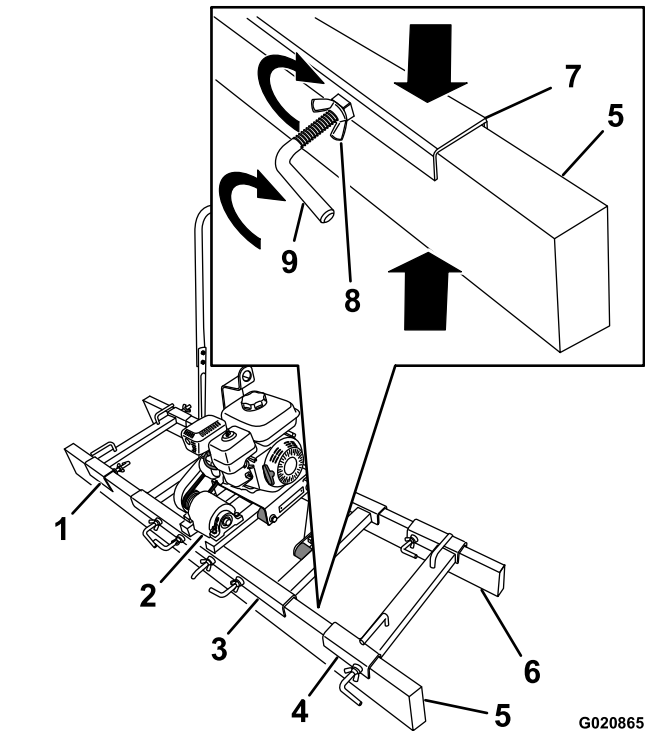

Figura 18
2. Eleve la parte delantera de la máquina 25 a 30 cm (10 a 12 pulgadas), y alinee la regla delantera con el perfil delantero del bastidor (Figura 18).
3. Alinee la regla con el perfil y centre la regla respecto a la máquina (Figura 18).
4. Apriete ligeramente los pernos en L del perfil delantero (Figura 18).
5. Eleve la parte trasera de la máquina 25 a 30 cm (10 a 12 pulgadas), y alinee la regla trasera con el perfil trasero del bastidor (Figura 18).
6. Alinee la regla con el perfil y centre la regla respecto a la máquina (Figura 18).
7. Sujete la regla a la máquina apretando todos los pernos en L y las tuercas de orejeta (Figura 18).
2. Alinee los perfiles del travesaño con las reglas y coloque el travesaño sobre las reglas (Figura 18).
4. Sujete el travesaño a las reglas con los pernos en L y las tuercas de orejeta (Figura 18).
2. Retire las tuercas de orejeta y los pernos en L que fijan los travesaños a las reglas, y retire los travesaños (Figura 18).
3. Eleve la parte trasera de la máquina 25 a 30 cm (10 a 12 pulgadas), y retire la regla trasera del perfil en U trasero del bastidor (Figura 18).
4. Retire las tuercas de orejeta y los pernos en L que fijan la regla trasera al perfil en U trasero del bastidor, y retire la regla (Figura 18).
5. Eleve la parte delantera de la máquina 25 a 30 cm (10 a 12 pulgadas), y retire la regla delantera del perfil en U delantero del bastidor (Figura 18).
6. Retire las tuercas de orejeta y los pernos en L que fijan la regla delantera al perfil en U delantero del bastidor, y retire la regla (Figura 18).